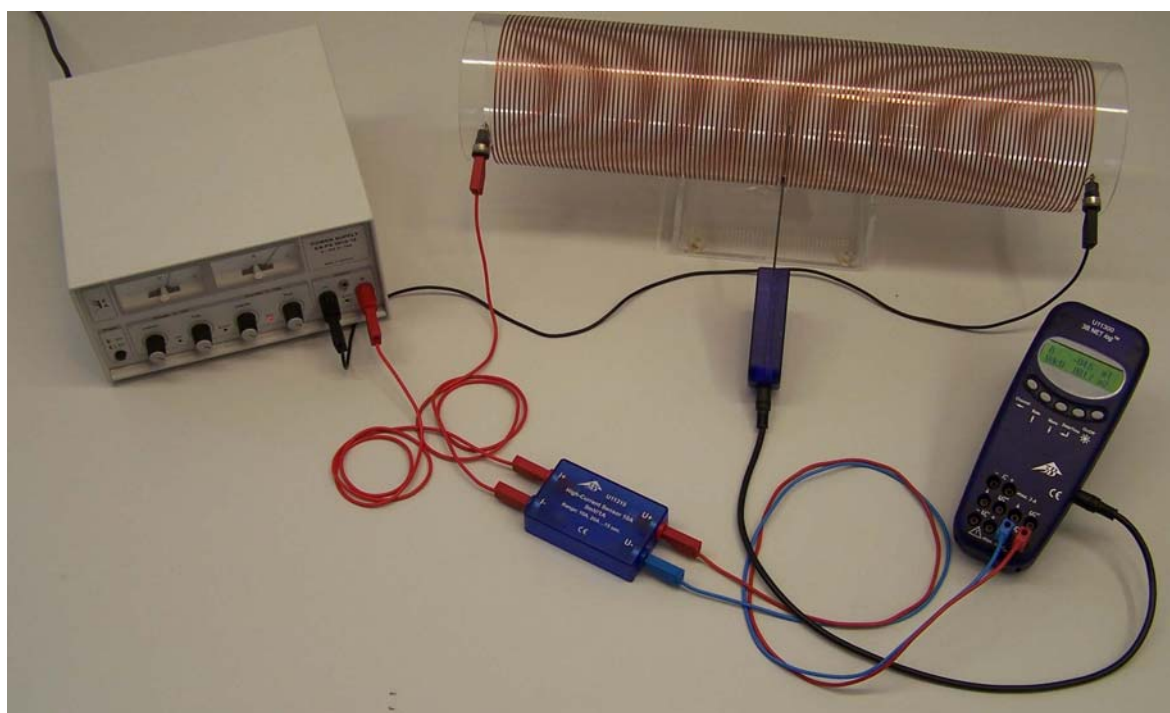

Fig. 1 Medição de campo magnético por meio de uma bobina eletrificada
- Montagem da experiência conforme fig. 1.